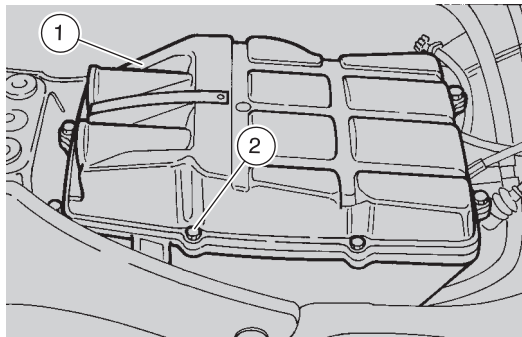

Abb. 40
- die acht Schrauben der Filter-Abdeckung (1-Abb. 40) herausdrehen und ablegen (2-Abb. 40);